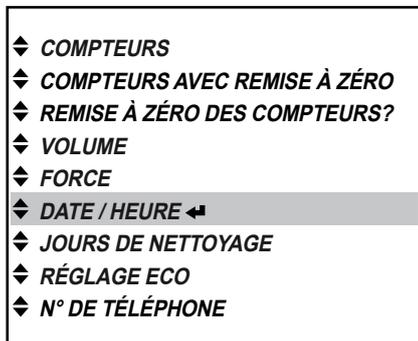

Fig. 59
1. Appuyez sur la touche d'entrée **↵** pour afficher le menu « DATE/HEURE » (fig. 59)